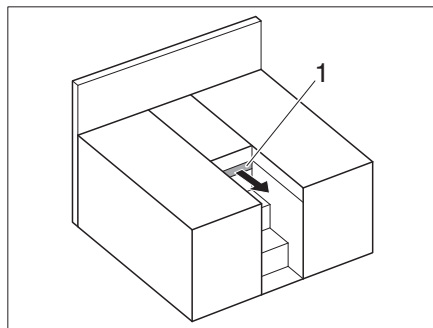

Fig. 159 Lits simples
- Retirer la rallonge (Fig. 159,1).